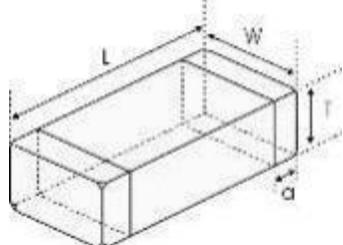

图 1 Fig.1
- 尺寸: 见图 1 和表 1
- Dimensions: See Fig. 1 and Table 1.